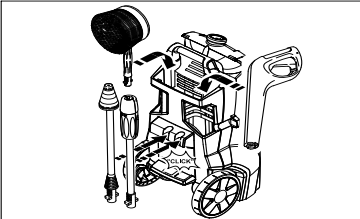

Abbildung 20
- ➔ Gerät auf einer ebenen Fläche abstellen. Abbildung 20